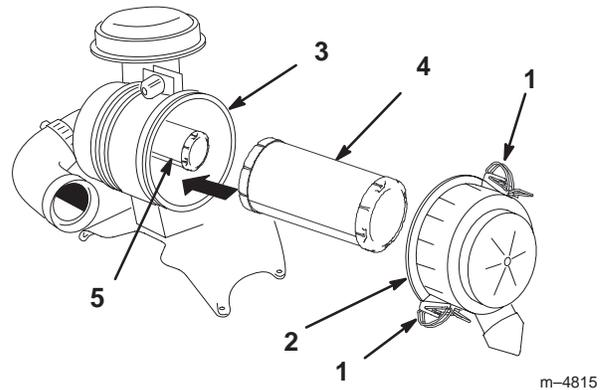

Figure 34
2. Ouvrez les dispositifs de verrouillage du filtre et ôtez le couvercle du corps du filtre (Fig. 34).
4. Sortez l'élément primaire du corps du filtre avec précaution (Fig. 34). Évitez de cogner l'élément à l'intérieur du corps.